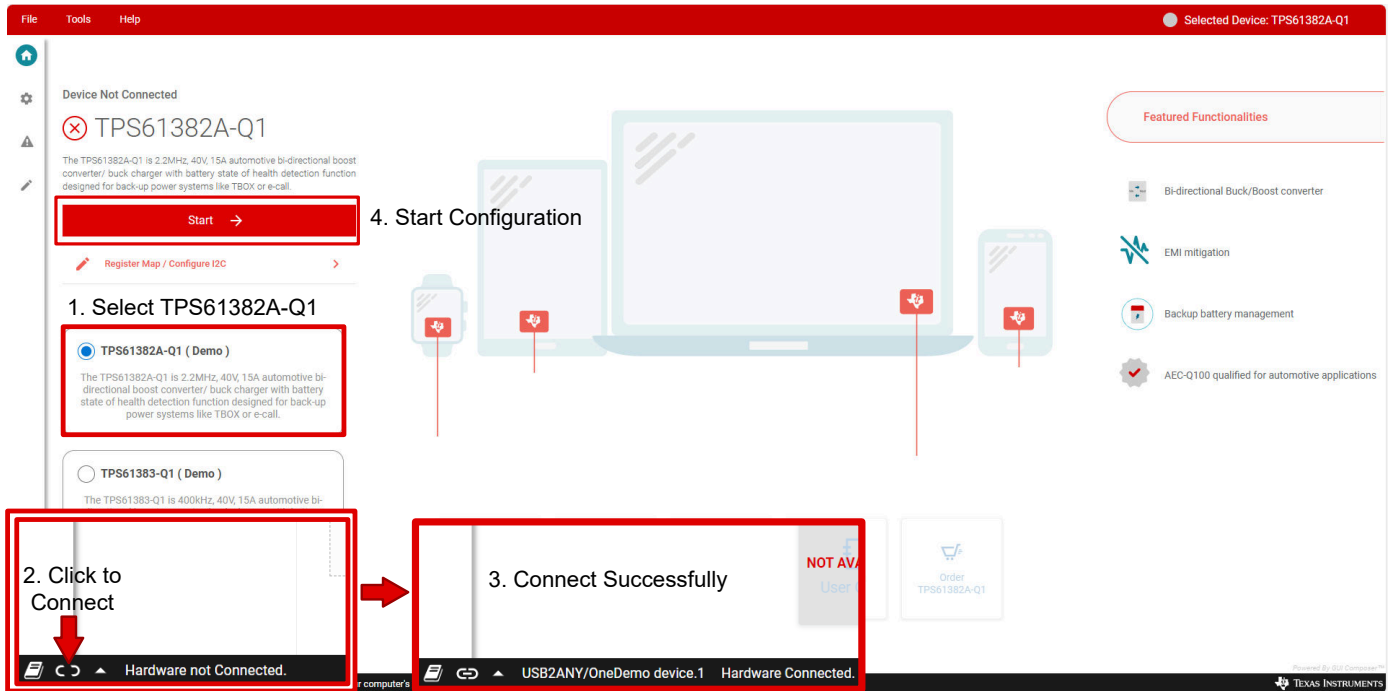

図 3-2. GUI 接続と開始
3. 図 3-2 に示すように、下部バーの「接続」ボタンをクリックします。GUI とデバイスの接続後、GUI はすべてのレジスタを読み取り、通知を表示します。